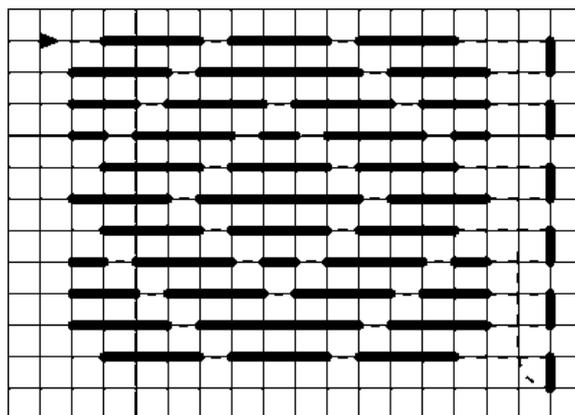

Рисунок 6.2. – Поворот в наборе вертикальным стежком
– поворот с помощью одного вертикального стежка на лицевой стороне, для которого нужно отступить от края узора на несколько нитей ткани. При этом на изнанке образуется ряд стежков, под которым будем прятать концы вышивальной нити. Вертикальные стежки поворота образуют на лицевой стороне пунктирную вертикальную линию ограничения в конце орнаментальной полосы (рисунок 6.2);